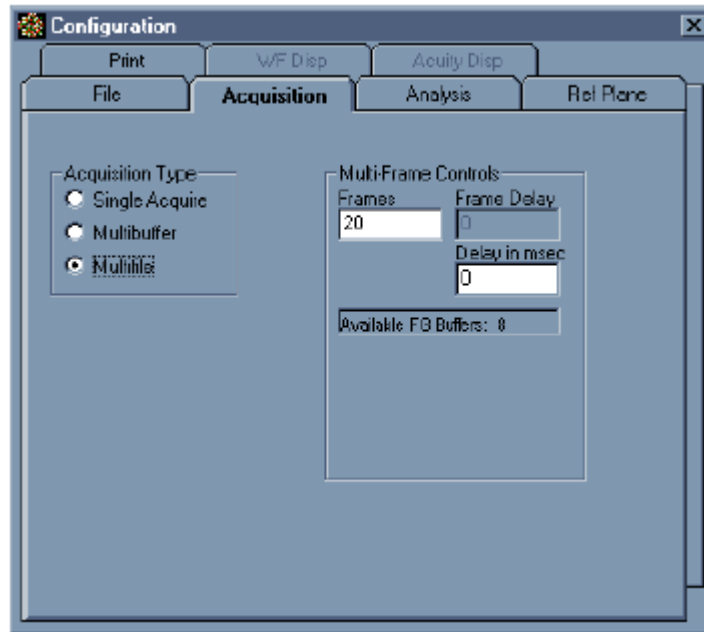

Fig. 33 Janela "Configuration – Acquisition; Multifile"
- Selecione no menu **Options** o comando de menu **Configuration**, depois a ficha de registro **Acquisition** (Fig. 33).